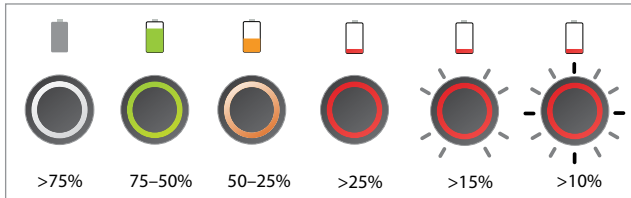
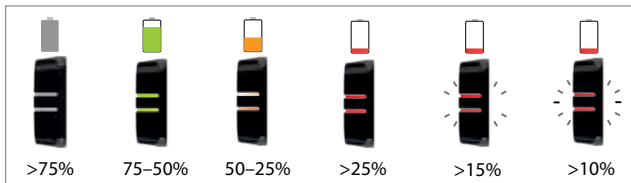

Figure 5
Figure 6
4. Une fois que le voyant lumineux du chargeur est vert, tournez l'anneau de sécurité dans le sens inverse des aiguilles d'une montre et détachez le chargeur. Pendant que la batterie se charge, les voyants de la commande iWOC One (figure 5) et iWOC Trio (figure 6) changent également de couleur et clignotent pour indiquer l'état de charge. Lorsque les voyants des iWOC One/Trio sont blancs et ne clignotent plus, la batterie est complètement chargée.